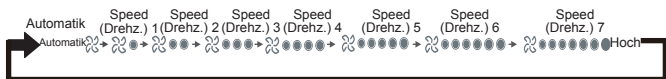

Abb. 3.7
1) Sieben Lüfterdrehzahlen: Die Standardeinstellung an der Fernsteuerung umfasst sieben Lüfterdrehzahlen; stellen Sie sie ein wie in Abbildung 3.7.